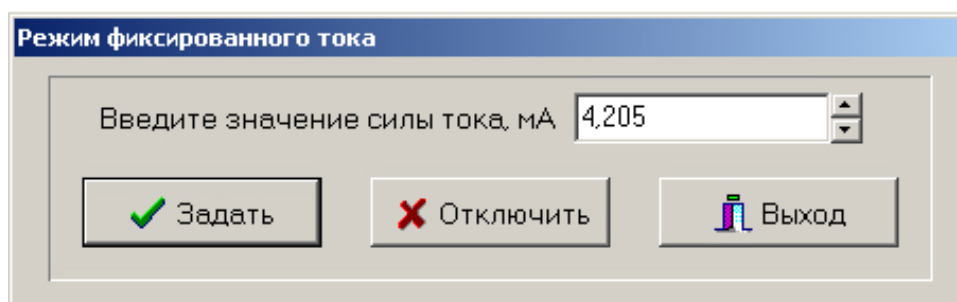

Рисунок 5.10 – Окно режима фиксированного тока
5.1.2.8 Команда № 8: «**8. Режим фиксированного тока**». Команда перевода прибора в режим фиксированного тока. Режим фиксированного тока может применяться для проверки токового выходного сигнала модификаций приборов ДМ5002Б и ДМ5002Г. В этом режиме прибор не измеряет давление, значение токового выходного сигнала прибора устанавливается в соответствии с переданным прибору по цифровому интерфейсу значением силы тока в пределах от 0 до 20 мА. Для приборов с токовым выходным сигналом от 4 до 20 мА необходимо указывать значения от 4 до 20, а для приборов с токовым выходным сигналом от 0 до 5 мА – от 0 до 5. После нажатия на кнопку «Задать» (рисунок 5.10) произойдет переключение прибора ДМ5002 в режим фиксированного тока, при этом значение силы выходного тока
установится равным заданному значению. С помощью контрольно-измерительного прибора (амперметра) можно измерить действительное значение силы выходного тока прибора. Выход прибора из режима фиксированного тока выполняется нажатием кнопки «Отключить» (рисунок 5.10).